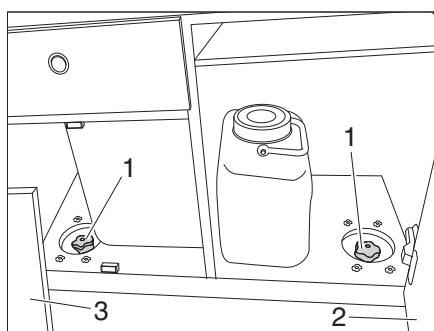

Figura 56 Soltar los tornillos de estrella
- Abra la puerta del gabinete (Figura 56,2) y la trampilla (Figura 56,3).
- Pase por los 2 orificios y suelte los tornillos de estrella (Figura 56,1).